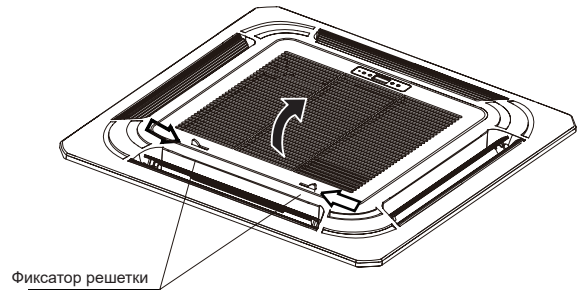

Рисунок 3.12
- Для подъема решетки одновременно нажмите два фиксатора в направлении указанном стрелкой (Рисунок 3.12).